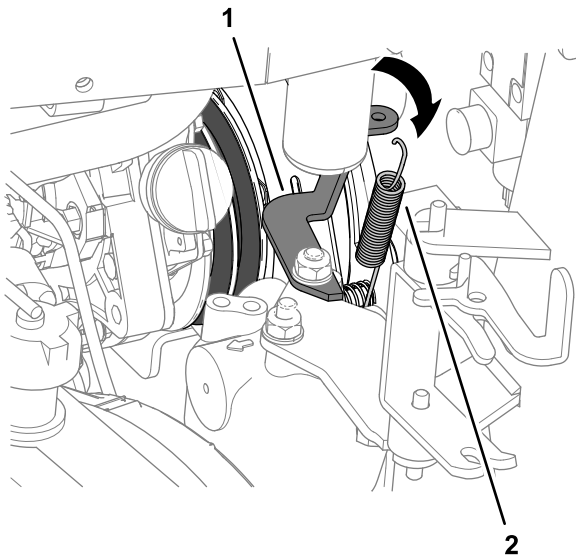

Bild 90
5. Haken Sie an der Kühlerseite die Dämpfungsfeder der Kupplung von der Federhalterung aus (Bild 90).
4. Haken Sie die Dämpfungsfeder der Kupplung zwischen der inneren Kupplungsplattenschraube und der Federhalterung ein, siehe Bild 90 in Entfernen der Zapfwellenriemen \(Seite 69\).